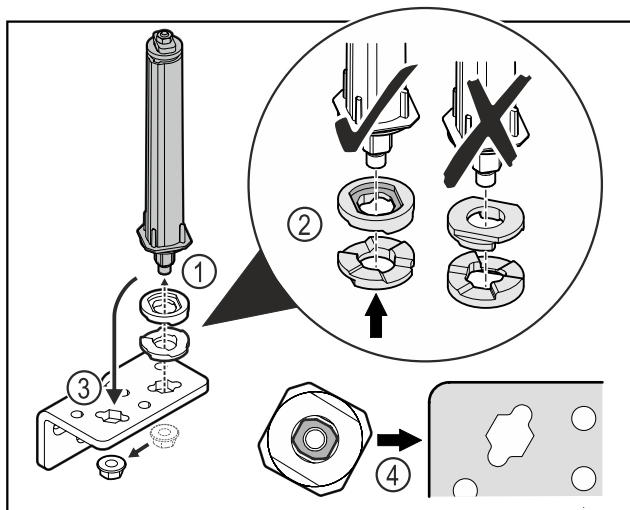

Fig. 52
- Oldja ki az anyát, és távolítsa el az ajtózáro rendszert Fig. 52 (1).
- Ügyeljen a magasságállító alátétek helyes beigazítására Fig. 52 (2).
- Helyezze át az ajtózáro rendszert a zsanéridomban, és rögzítse az anyával Fig. 52 (3).
- Behelyezéskor ügyeljen az ajtózáro rendszer helyes beigazítására Fig. 52 (4).